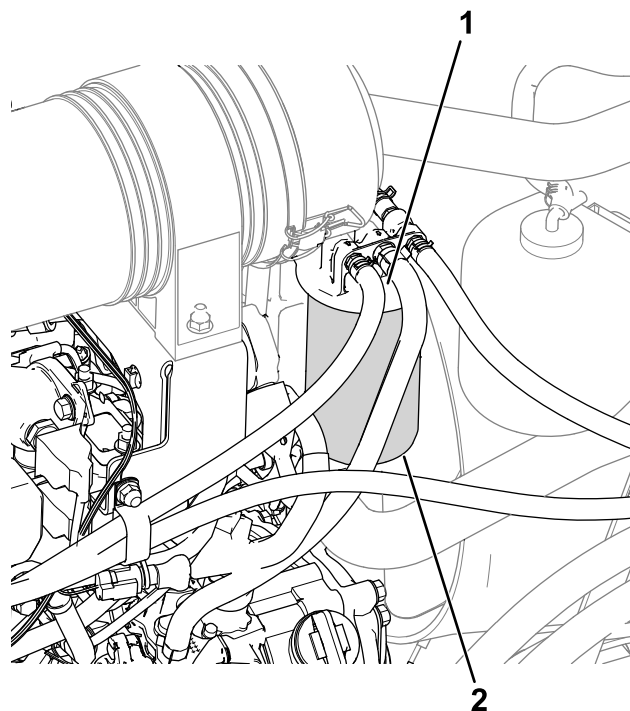

図 56
1. 燃料フィルタのヘッドの周囲をきれいに拭く図 56。
2. フィルタを外してフィルタヘッドの取り付け部をきれいに拭く図 56。